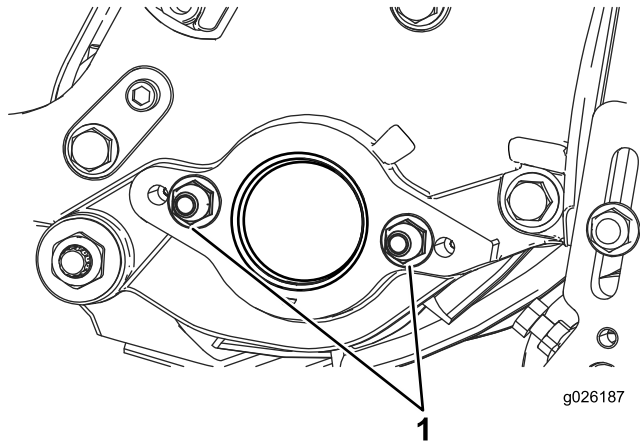

Figura 7
2. Retire las 2 contratuercas de la chapa lateral derecha (Figura 7).
1. Contratuercas (2)
4. Instale las 2 contratuercas de montaje del motor del molinete en la chapa lateral izquierda de la unidad de corte (Figura 7).